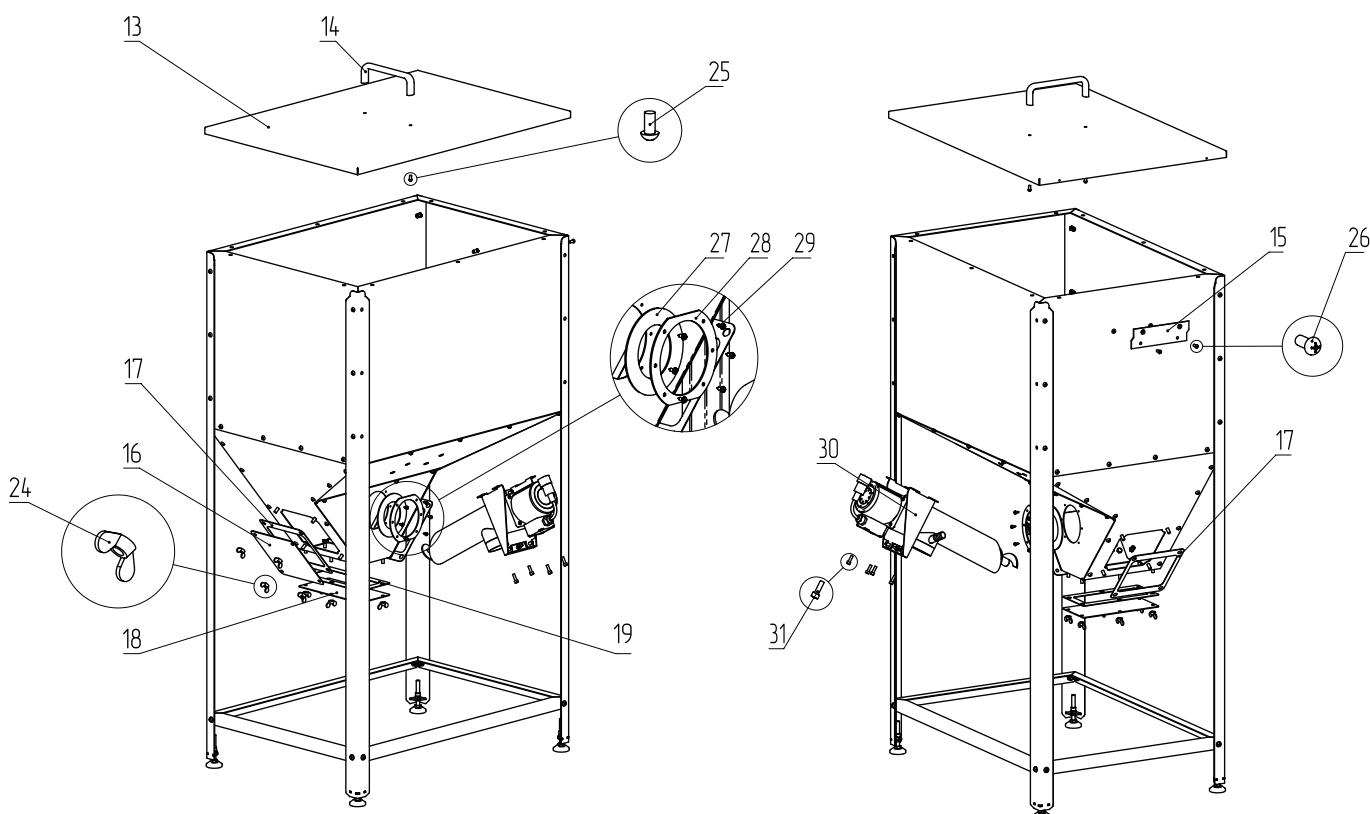

Рис.13 Порядок сборки бункера
1. Установите прокладку механизма подачи (верхнего) (Рис.13, поз.27) и пластину прокладки механизма подачи (верхнего) (Рис.13, поз.28);
2. Зафиксируйте их саморезами (Рис.13, поз.29);
3. Установите механизм подачи (верхний) (Рис.13, поз.30);
5. Установите прокладки прочистных лючков (Рис.13, поз.17, 19) в нижней части бункера и на стенку бункера наклонную переднюю (Рис.13, поз.2);
6. Установите лючки прочистные (Рис.13, поз.16, 18);
7. Зафиксируйте лючки гайками (Рис.13, поз.24);
8. Установите кронштейн подвеса системы охлаждения топливопровода (Рис.13, поз.15) на стенке бункера верхней задней (Рис.13, поз.7);
9. Зафиксируйте кронштейн винтами (Рис.13, поз.26), как показано на Рис.13;
10. Прикрутите ручку (Рис.13, поз.14) к крышке бункера (Рис.13, поз.13) винтами (Рис.13, поз.25);
11. Наденьте крышку на бункер, как показано на Рис.13;